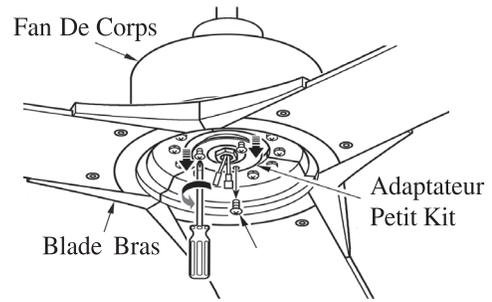

FIG.16
1. Retirer 1 des 3 vis sur l'adaptateur du kit d'éclairage, et desserrer juste les 2 autres vis.(Voir fig.16)